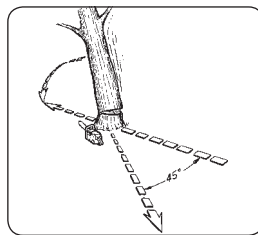

Abb. 12
! ACHTUNG: Merken Sie sich im Voraus den Rückzugspfad (A) und legen Sie ihn frei von möglichen Hindernissen, bevor Sie mit dem Schneiden beginnen. Der Rückzugspfad ist in Richtung umgekehrt der erwarteten Fallrichtung des Baumes (wie in *Abb. 12* dargestellt).
ACHTUNG: Während des Fallschnitts, bei der Annäherung der Säge zum Ankerpunkt, beginnt der Baum zu fallen. Sobald der Baum zu fallen beginnt, ziehen Sie die Säge aus dem Schnitt heraus, stoppen Sie den Motor, legen Sie die Säge ab und verlassen den Bereich über den Rückzugpfad (Abb. 12).